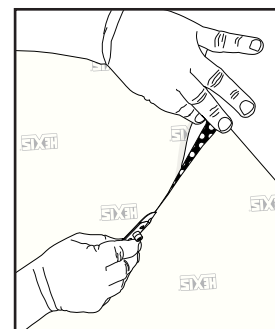

Figure 06
► Fendre le liner au centre du visuel, de haut en bas, à l'aide du CUTVINYL. (FIG. 06)